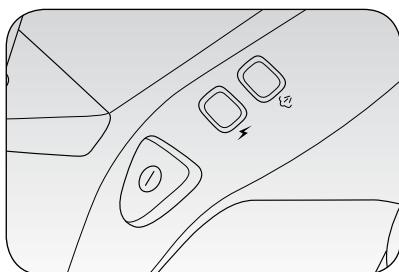

Fig. 3
Introduza a ficha elétrica na tomada de corrente e ligue o aparelho pelo interruptor de ligar (H) (Fig. 3). Acender-se-ão o led ON/OFF (G) e o led de vapor pronto (F).